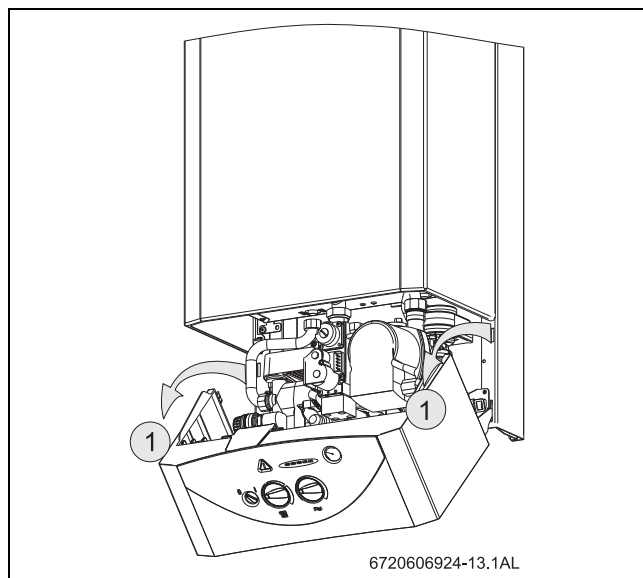

Fig. 25 Position de réglage
- ▶ Mettre l'appareil hors service (O) au moyen de l'interrupteur principal.
- ▶ Enlever l'habillage (voir Fig. 25).
- ▶ Accrocher le tableau électrique dans la position de réglage (voir Fig. 25).
- ▶ Desserrer la vis d'étanchéité (3) et raccorder le manomètre en U au raccord de mesure.